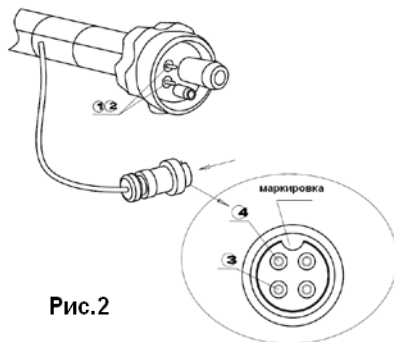
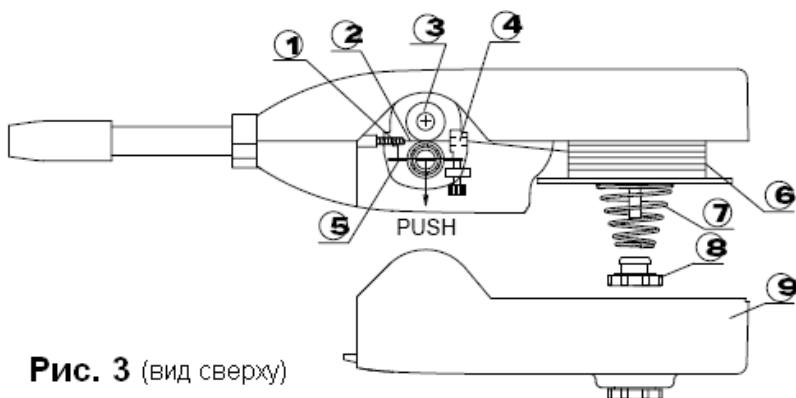

Рис.2
Рис. 3 (вид сверху)
3. Подключите евроразъем (13, рис.1) горелки к сварочному аппарату, согласно маркировке (табл.1, рис.2) и затяните муфту на вилке.
4. Подключите контакт управления(12, рис.1), согласно маркировке (табл.1, рис.2).
5. Снимите левую крышку корпуса горелки (9)
6. Открутите гайку (8, рис.3) и снимите коническую пружину (7, рис.3)
7. Установите катушку с проволокой (6, рис.3) на шпindelь горелки.
8. Поставьте на место коническую пружину (7, рис.3) и закрутите гайку (6, рис.3). Поставьте на место левую крышку корпуса горелки (9, рис.3)
12. Аккуратно откройте секцию протяжного механизма. Протяните выпрямленный кусок проволоки под прижимным роликом (4) к приводному ролику (3, рис.3).
13. Придерживая натяжной ролик (5, рис.3) плавно протяните проволоку через паз приводного ролика к гильзе горелки (1, рис.3)
14. Отпустите прижимной ролик (4, рис.3) и проверьте выпрямленность проволоки.